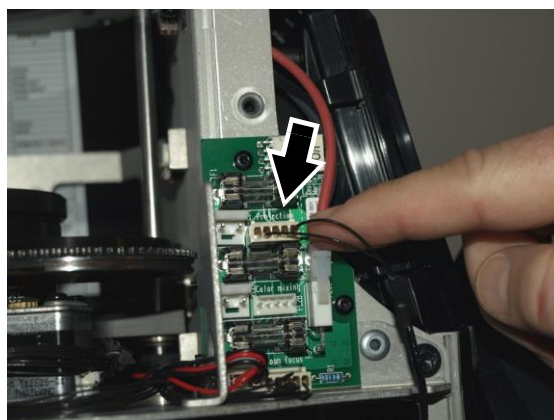

Рисунок 16: Отсоединение диафрагмы
4. См. Рисунок 16. Модуль диафрагмы устанавливается в стандартное устройство MAC Viper Wash. Модуль пассивен, но обнаруживается устройством через комплект проводов. Отсоединить его разъем (отмечен стрелкой) от **Проекции PL1B** на правой стороне головной части. Отсоединить комплект проводов диафрагмы и поднять провода так, чтобы они свободно свисали.